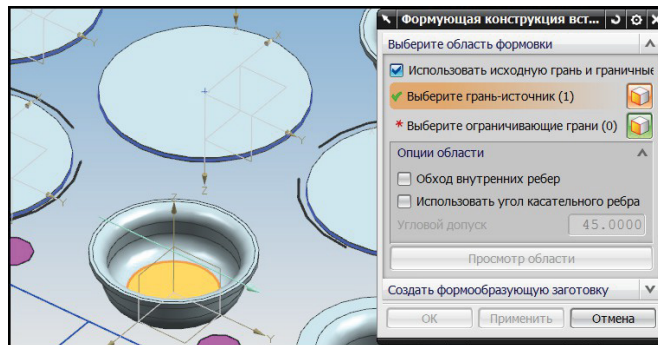

Рис. 10.7. Выбор грани-источника
- Укажите, с какой стороны (внешней или внутренней) ограничивается данная область гранью. Нажмите кнопку **Выберите грань-источник** и в рабочем окне укажите нижнюю внутреннюю грань полуфабриката (рис. 10.7).